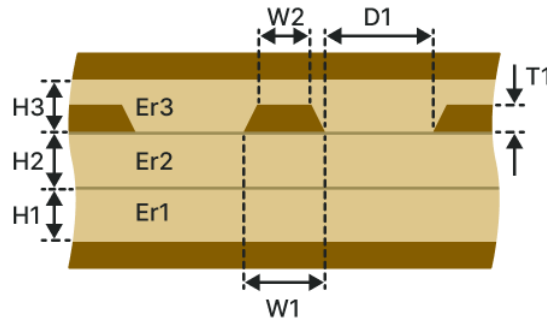

Рис. 169 Копланарная полосковая ЛП
- Копланарная полосковая ЛП (КП-2Н1В), см. Рис. 169.